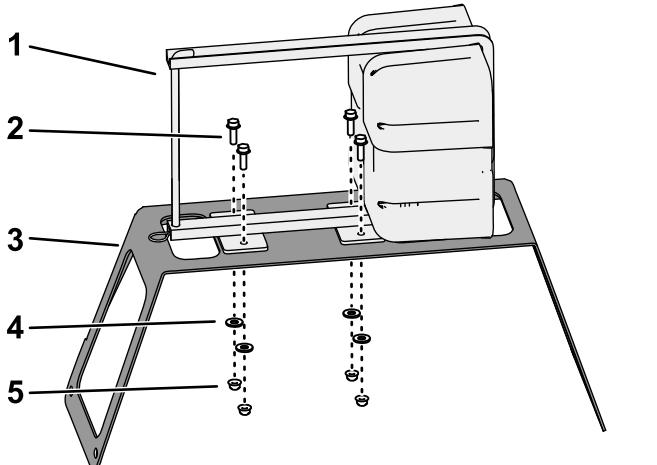

Bild 3
- Flüchten Sie den Behälter des Schaummarkierers und den Kompressor mit den Befestigungshalterungen aus, wie in Bild 3 abgebildet.
- Befestigen Sie den Kompressor mit vier Schrauben (5/16" x 1"), vier Scheiben (3/8") und vier Sicherungsbundmuttern (5/16") an der Halterung (Bild 3).